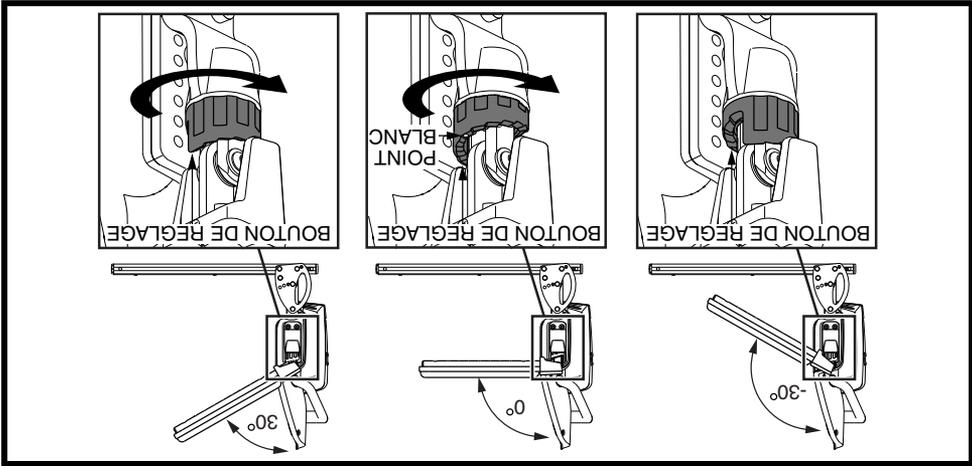

Figure 6. Réglage de l'angle des accoudoirs Cantilever
2. Tournez le bouton de réglage dans le sens des aiguilles d'une montre pour changer l'angle de l'accoudoir. Voir la figure 6. L'angle est à 0° lorsque le bouton de réglage est face au point blanc. À partir de ce point (0°), l'angle peut être réduit à -30° ou augmenté vers 30° avec des intervalles de 5°. Le bouton de réglage ne tourne que dans le sens des aiguilles d'une montre.